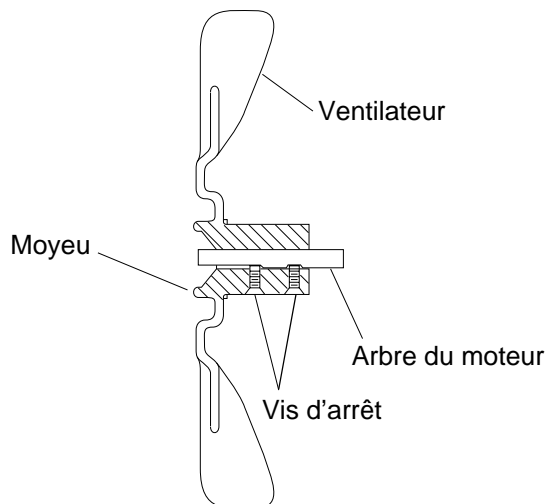

Figure 10 - Coupe transversale du ventilateur
15. Remettre le ventilateur en place sur l'arbre du moteur. S'assurer que la vis d'arrêt touche l'arrière de la surface plane sur l'arbre du moteur (se reporter à la Figure 10).